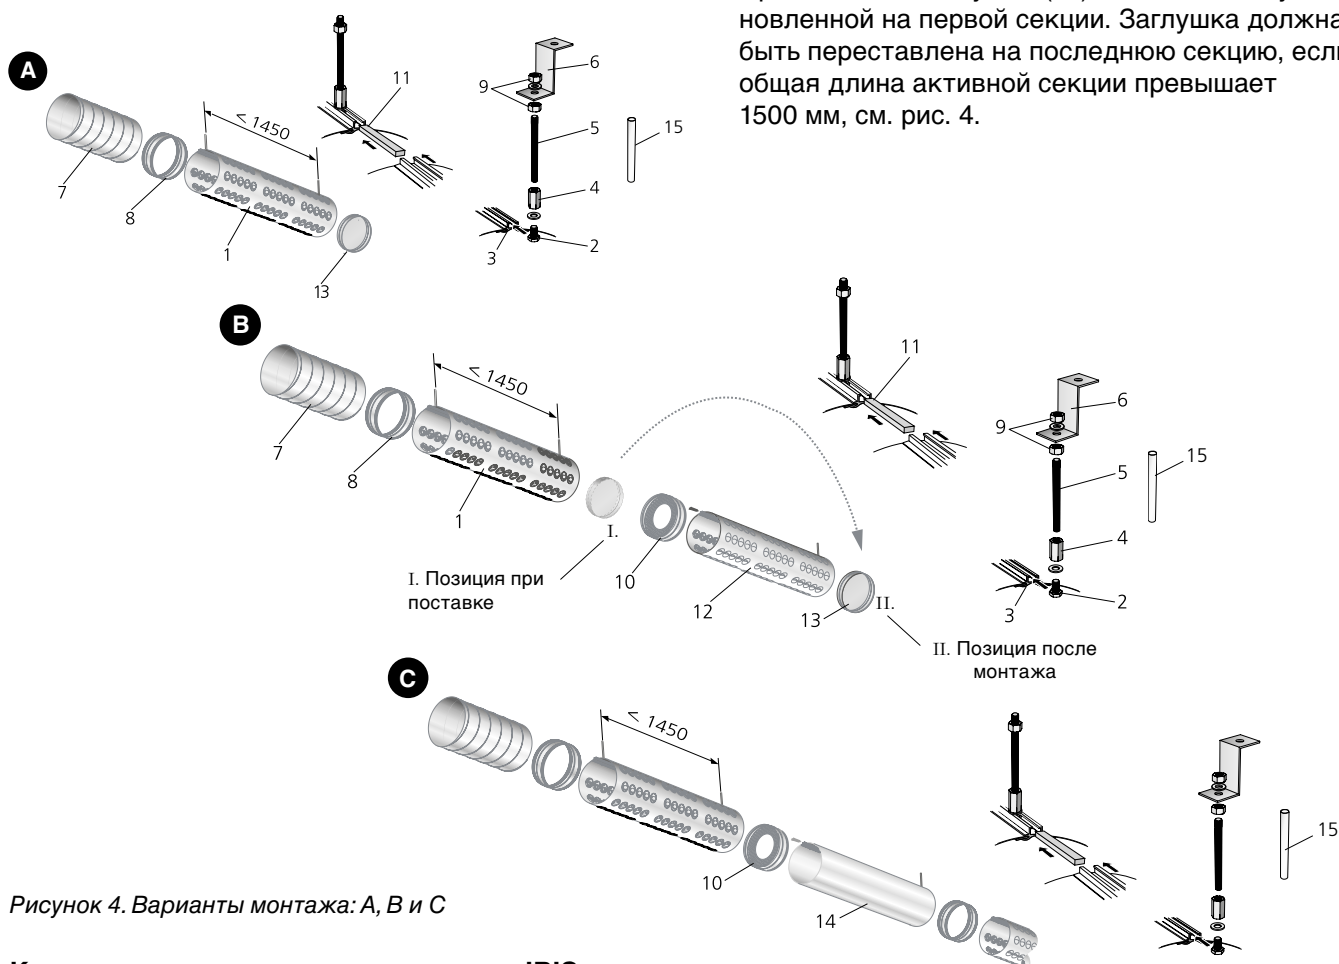

Рисунок 4. Варианты монтажа: А, В и С
- Монтаж неактивных секций IBIS D (14) производится аналогично монтажу активных секций. Важно применять поставляемые ниппели 8 и 10.
- При поставке заглушка (13) поставляется установленной на первой секции. Заглушка должна быть переставлена на последнюю секцию, если общая длина активной секции превышает 1500 мм, см. рис. 4.